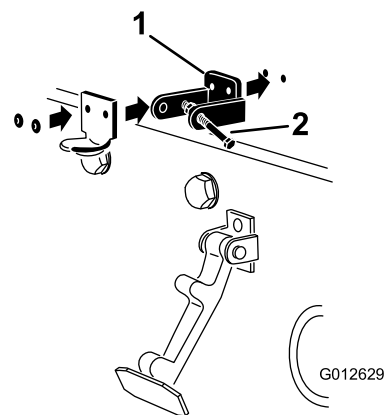

图 9
4. 对准安装孔的同时将 CE 锁定支架和机罩门锁支架放到机罩上 (图 9)。
6. 用铆钉将支架和垫圈铆定到机罩 (图 9)。